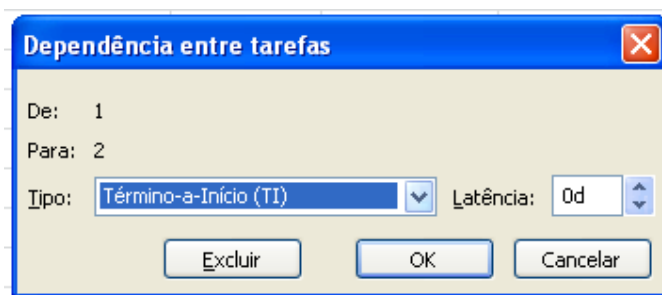

Fig. 2.10
- Através do Gráfico de Gantt, unindo-se os centros das barras e depois, se necessário, mudando o tipo de vínculo com um duplo clique na seta (Fig. 2.10);